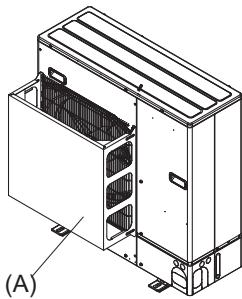
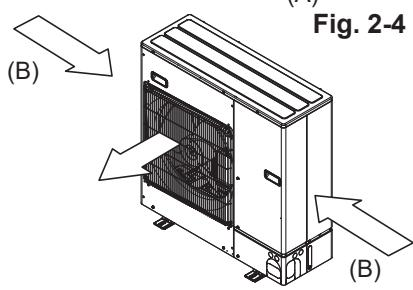

Fig. 2-4
Fig. 2-5
2. Installer un guidage de sortie d'air en option et un guidage d'air si l'appareil a été placé à un endroit où les vents violents d'un typhon, etc., pourraient s'engouffrer directement dans la sortie d'air. (Fig. 2-4)
- (A) Guidage de sortie d'air
3. Placer l'appareil de sorte que la sortie d'air souffle dans la direction perpendiculaire à celle des vents saisonniers, tant que possible. (Fig. 2-5)
- (B) Sens du vent